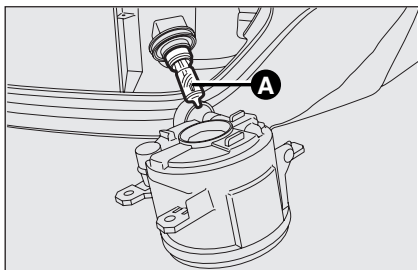

Abb. 25
- ☐ Die Lampe **A-Abb. 25** entgegen dem Uhrzeigersinn herausdrehen und die elektrische Verbindung lösen.